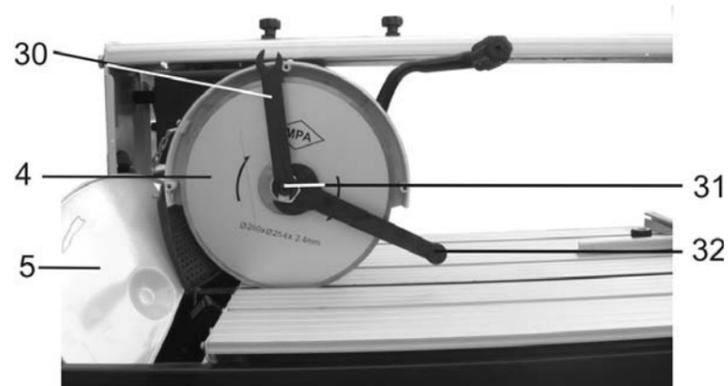

Рис. 10
12. ЗАМЕНА ОТРЕЗНОГО ДИСКА (Рис. 10)